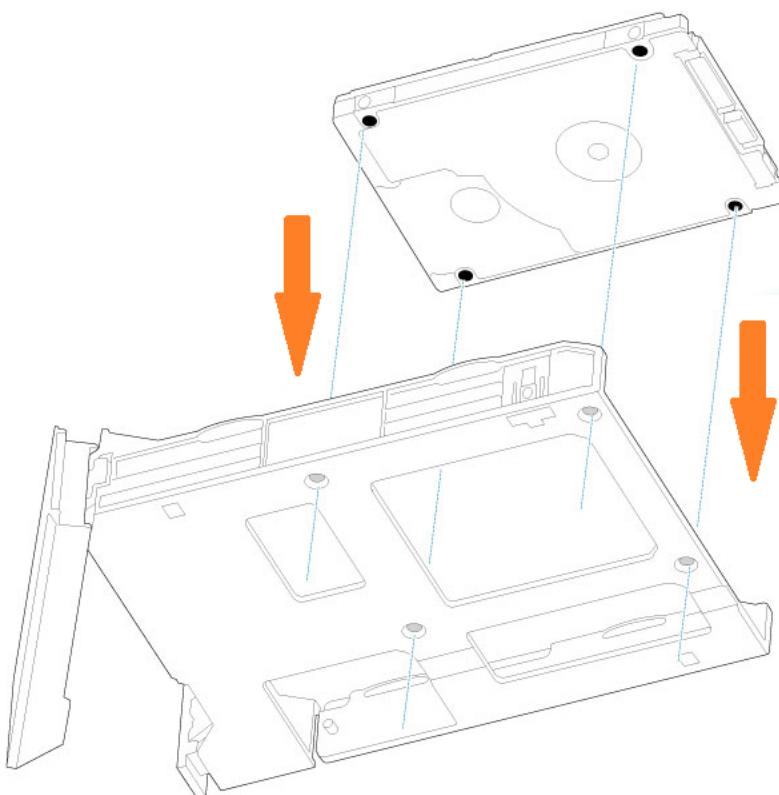

Рисунок 97 - Совмещение отверстия для винтов
- 5) Совместите отверстия для винтов на лотке жестких дисков с отверстиями для винтов внизу 2,5-дюймового жесткого диска или твердотельного накопителя (Рисунок 97).